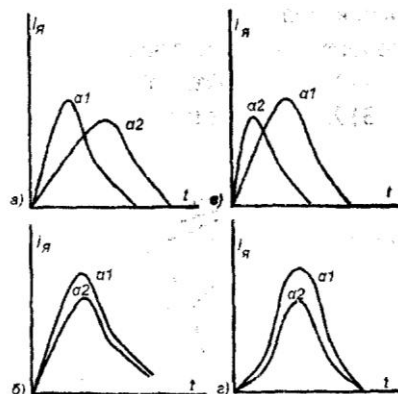

Рис. 124
4-48. Какой из приведенных на рис. 124 графиков соответствует режиму пуска двигателя в системе Г – Д вхолостую при двух значениях коэффициента форсировки  $\alpha$ , если учесть, что форсировка осуществляется за счет введения дополнительного резистора в цепь возбуждения генератора?
- 1) Рис. 124, а. 2) Рис. 124, б.
- 3) Рис. 124, в. 4) Рис. 124, г.